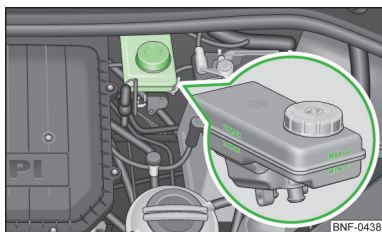

Fig. 109
- Kontroller bremsevæskestanden i beholderen » Fig. 109. Standen skal altid være mellem markeringerne MIN og MAX.